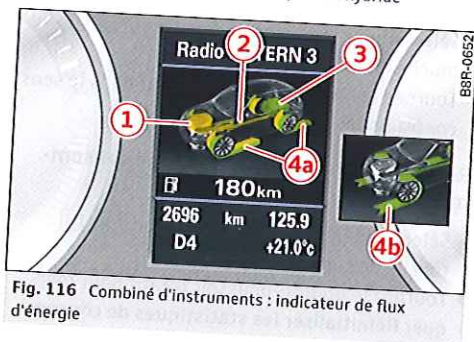

Fig. 116 Combiné d'instruments : indicateur de flux d'énergie
- Pressez plusieurs fois la touche **RESET** située sur le levier d'essuie-glace jusqu'à ce que le flux d'énergie s'affiche ⇒ *fig. 116*.